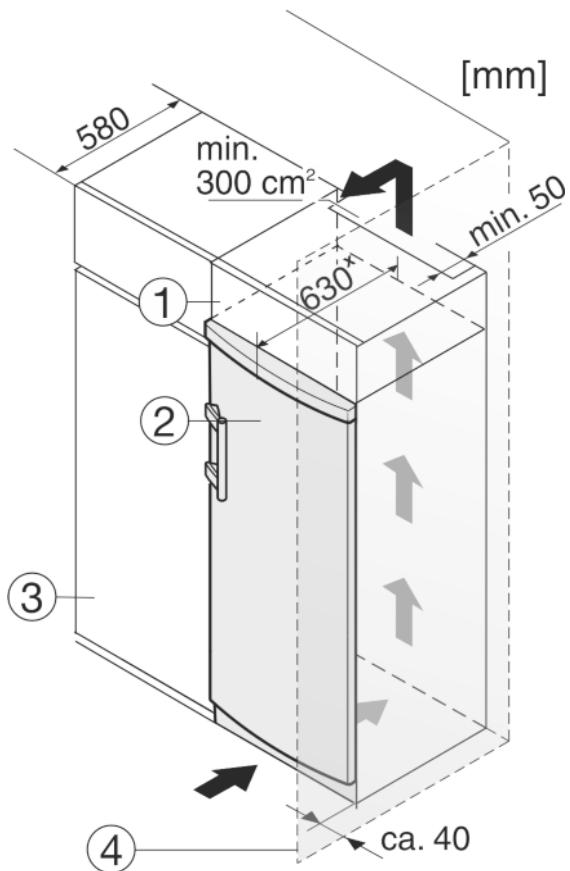

Fig. 11
(1) Дополнительный шкафчик
(2) Устройство
(3) Кухонный шкаф
(4) Стенка
Устройство может быть окружено кухонными шкафами. Чтобы уравнять устройство Fig. 11 (2) по высоте с кухонной стенкой, можно установить над устройством дополнительный шкафчик Fig. 11 (1).
При комбинировании с кухонными шкафами (глубина макс. 580 мм) устройство можно установить непосредственно рядом с кухонным шкафом Fig. 11 (3). Устройство выступает сбоку на 34 мм × по центру на 50 мм × относительно передней стенки кухонного шкафа.
Если устройство установлено на шарнирах у стены Fig. 11 (4), то расстояние между устройством и стеной должно быть не менее 40 мм. Настолько выступает ручка при открытой дверце.